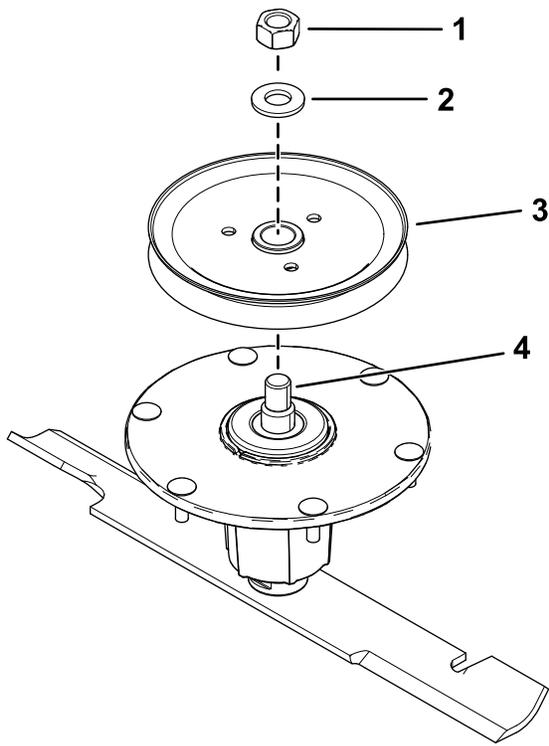

Figura 6
2. Retire la tuerca superior, la arandela y la roldana del eje (Figura 6).